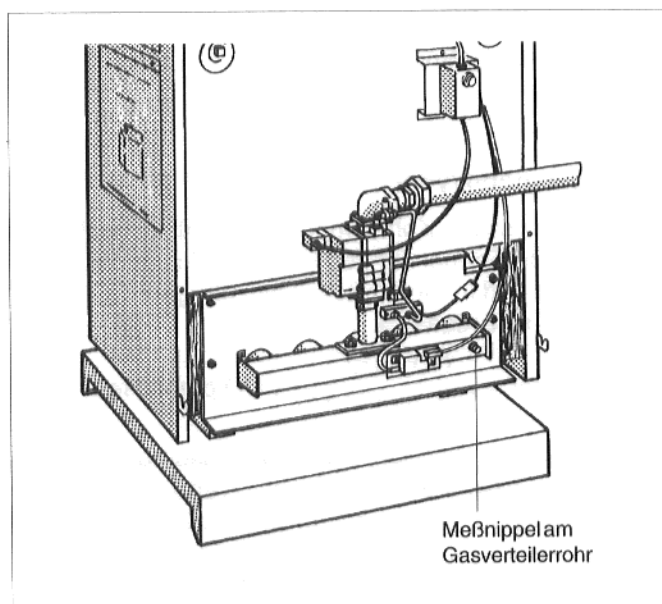

Abb. 9: Gasbrenner
- Verschlußschraube des Meßnippels am Gasverteilerrohr zwei Umdrehungen lösen (Abb. 9).